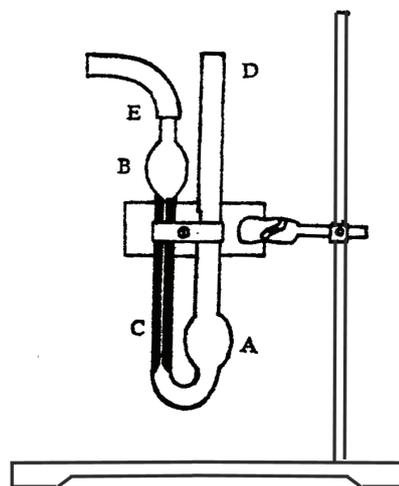

图2 实验装置图
1. 用蒸馏水将粘度计洗涤干净(实验前由实验室工作人员先用洗涤液清洗粘度计)。E端装上橡皮管, 用支架上夹子夹住粘度计, 注意使粘度计保持竖直(见图2)。